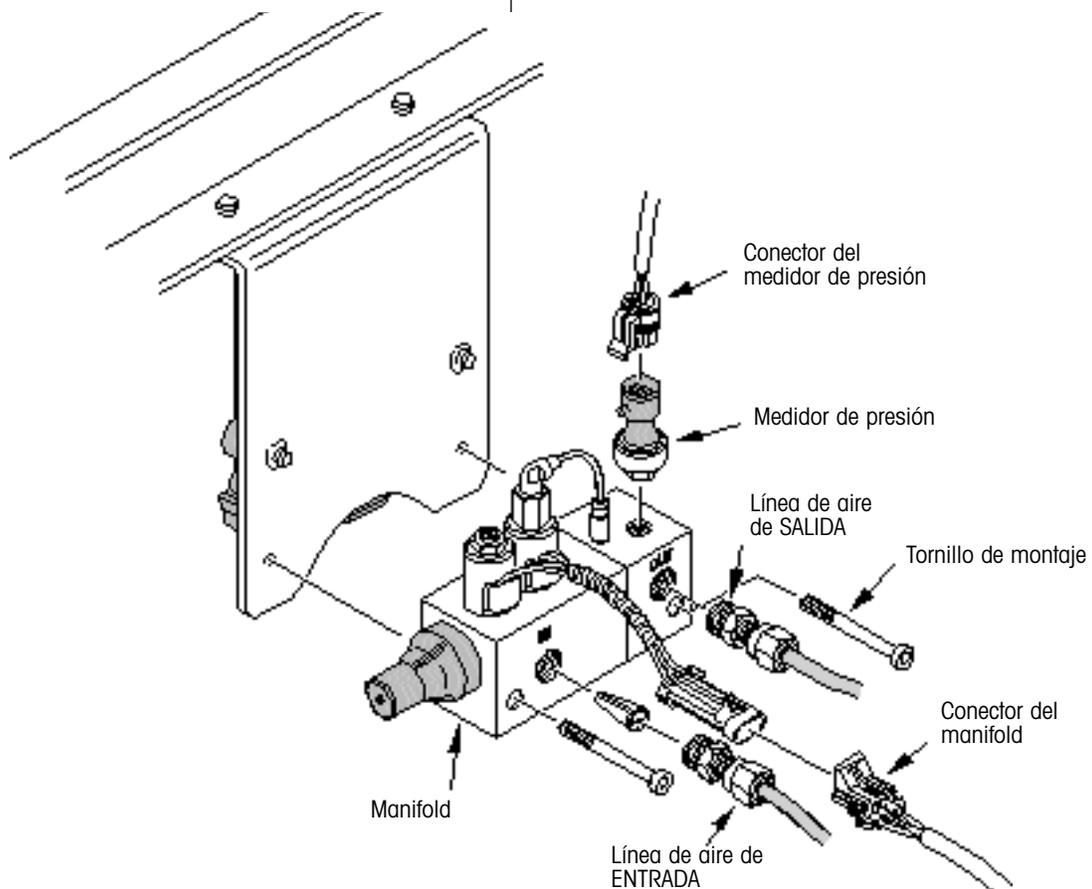

Figura 27. Reemplazo de manifold
2. Desconecte el conector del medidor de presión (figura 27).